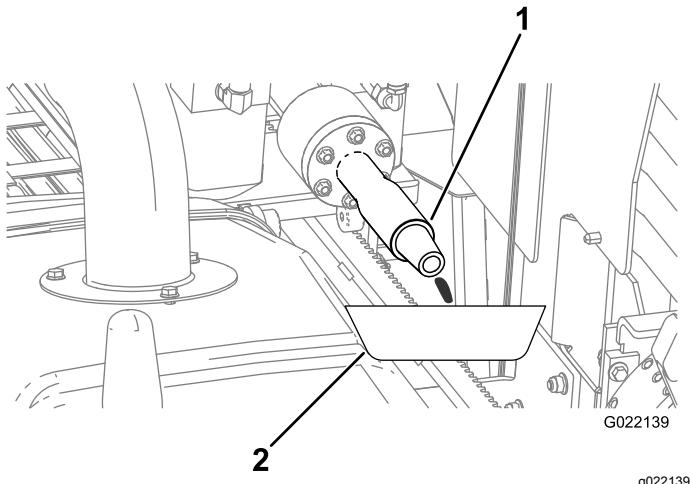

Рисунок 127
- Подставьте сливной поддон под буровой шпиндель для сбора утечки антифриза (Рисунок 127).
- Когда антифриз будет выходить из бурового шпинделя (Рисунок 127), выключите насос.